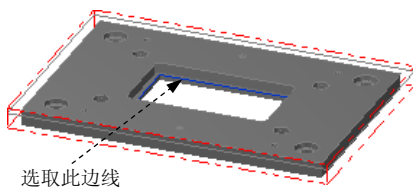
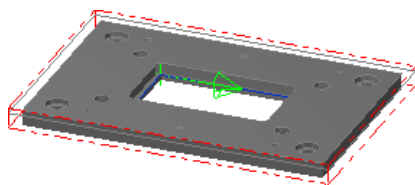

图 2.13 选取区域
图 2.14 定义区域
Step2. 设置加工区域。在图形区中选取图 2.13 所示的边线, 系统自动选取图 2.13 所示的边链。单击 按钮, 完成加工区域的设置, 同时系统弹出图 2.14 所示的“2D 刀具路径-2D 挖槽”对话框, 在该对话框中选择 **2D挖槽** 选项。